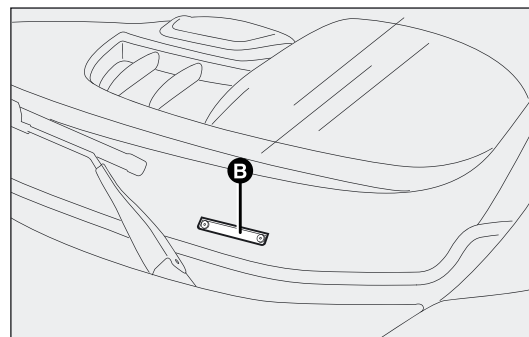

fig. 192
- aan de onderkant van de voorruit B-fig. 192